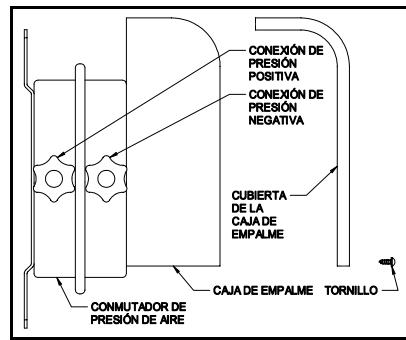

Figura 5
- Afloje la tuerca de compresión de plástico blanco en la conexión de presión positiva del conmutador de presión de aire. Introduzca el extremo recto del tubo en la tuerca de plástico y apriete la tuerca a mano hasta que el tubo quede bien sujetado. No saque la tuerca de presión de plástico en la conexión de presión negativa. (Ver Figura 5)
- Saque la cubierta de la caja de empalme en el conmutador de presión de aire. (Ver Figura 5)